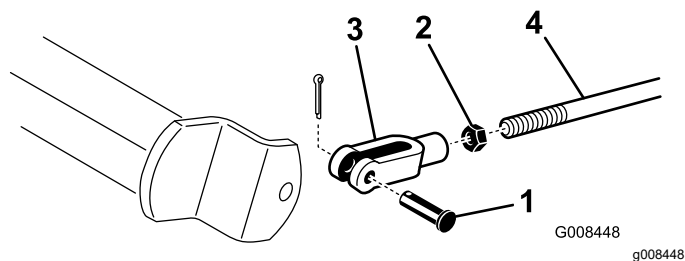

Figure 46
- A. Désaccouplez les tiges de frein en retirant la goupille fendue et l'axe de chape (Figure 46).
- B. Desserrez l'écrou de blocage et réglez la chape comme il convient (Figure 46).
- C. Montez la chape sur l'arbre de frein (Figure 46).